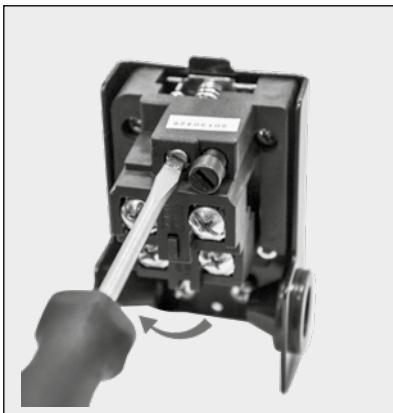

Figura 16 - Regulagem das pressões de fechamento e abertura
- ① Aumentando ou diminuindo ambas as pressões: de fechamento (liga) e de abertura (desliga), mantendo o diferencial de pressão, (figura 16).
- Para AUMENTAR ambas as pressões de fechamento (liga) e de abertura (desliga), gire o parafuso metálico no sentido horário, (figura 16).